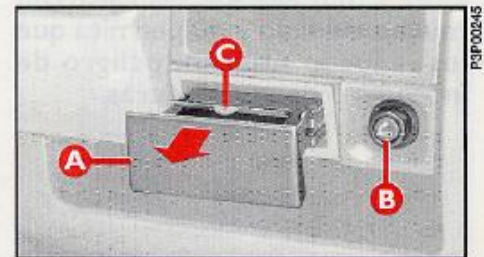

fig. 45
1) Para abrir el cenicero **A**-fig. 45, tire hacia fuera.